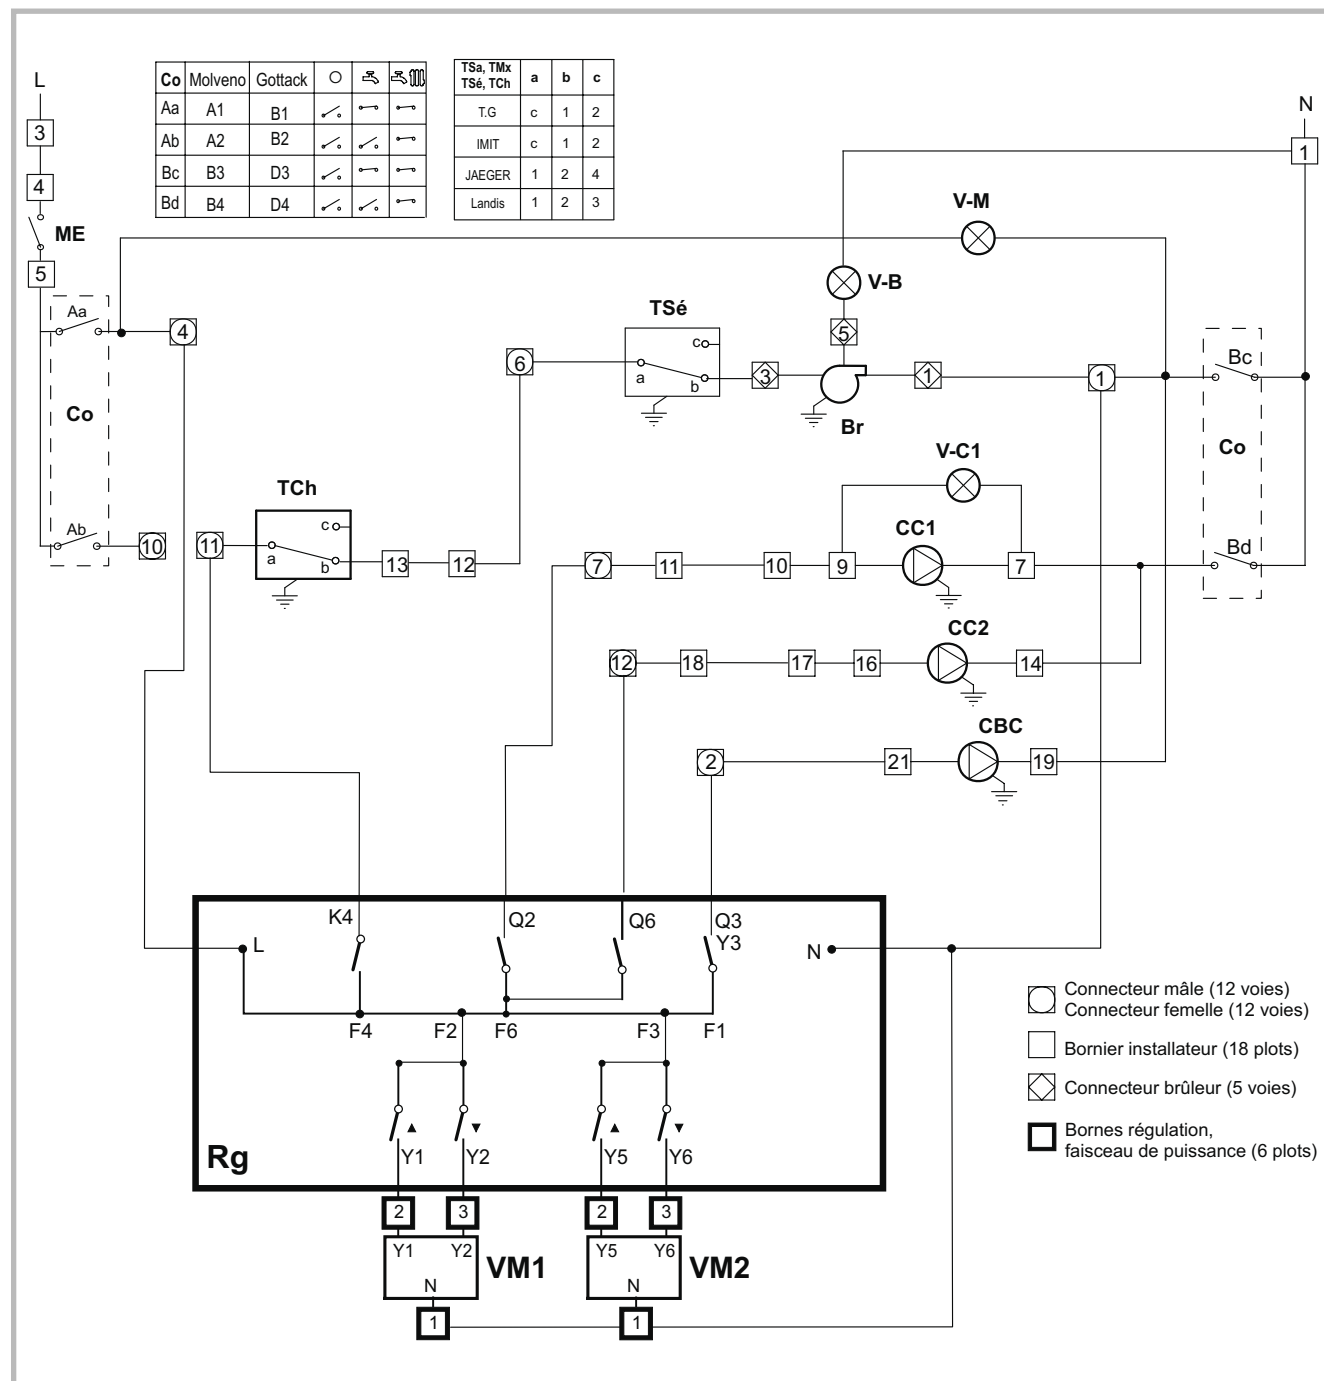

Figure 30 - Schéma électrique de principe (hors régulation)
- Effectuer les raccordements suivant les schémas fig. 30 et 31, p. 20.
Légende fig. 30 et 31